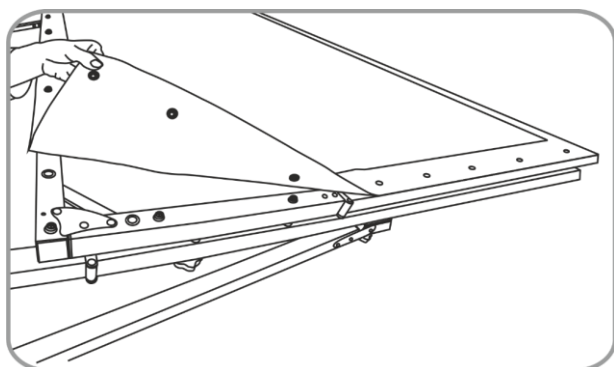
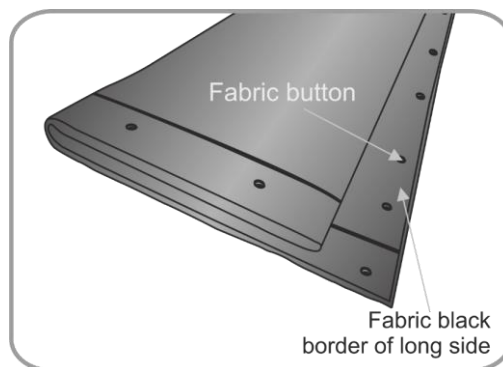
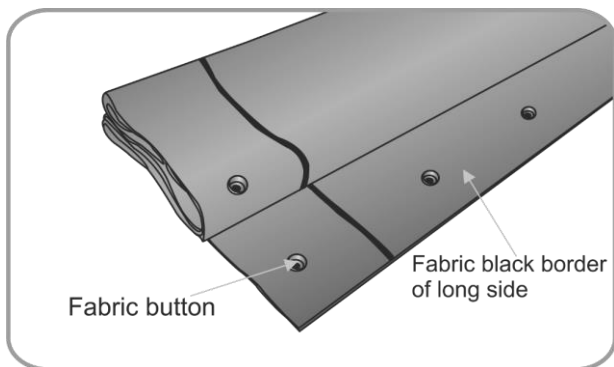
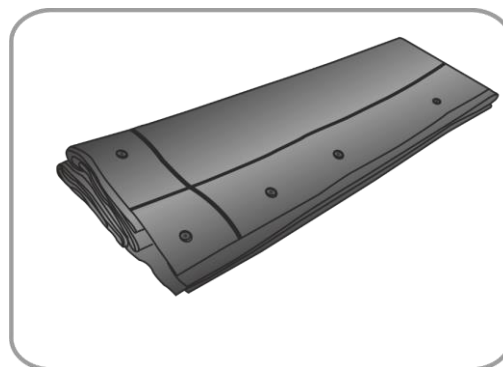

Fig. 15
Fig. 16
Fig. 17
Fig. 18
02) Quite la tela de la estructura soltando los botones (Fig. 15). Limpie la tela si fuera necesario. Pliegue la tela una vez por los lados cortos (Fig. 16) y vuélvala a plegar de nuevo (Fig. 17). La tela de 100" debe ser plegada 3 veces, mientras que las telas de 120" y 150" deben de serlo 4 veces. Vuélvala a plegar (Fig. 18). Deje el ribete negro sin cubrir para evitar que se produzcan arañazos en la tela. Lleve a cabo este paso con la ayuda de otra persona. Se necesitan 2 técnicos.